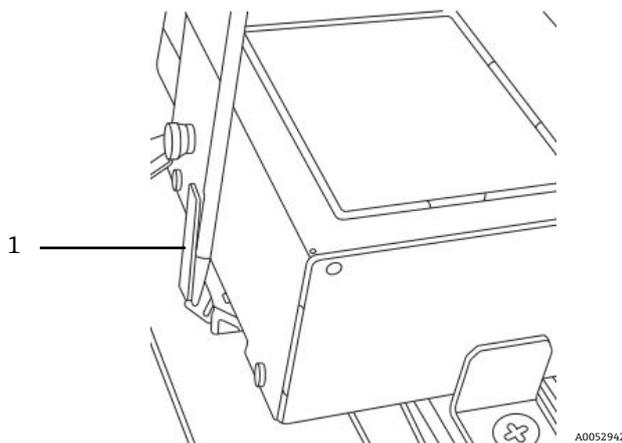

Figure 77. Insertion d'un tournevis dans l'extension à clip (1)
4. Insérer un tournevis plat dans l'extension à clip en haut du module électro-optique, comme illustré dans la figure 77.